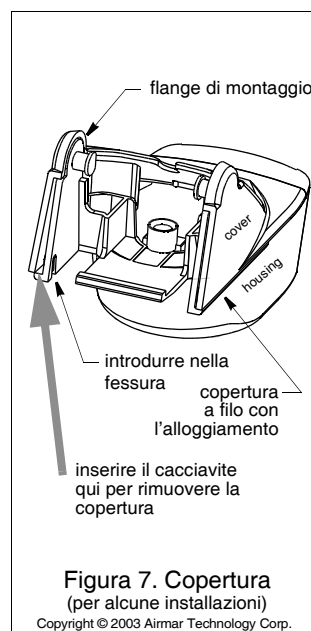

Figura 7. Copertura (per alcune installazioni)
3. Inserite un cacciavite a lama tra la copertura e l'alloggiamento del trasduttore (Figura 7). Sollevate i due lati, uno dopo l'altro.
1. Spingete orizzontalmente i lati della copertura nelle direzioni opposte (Figura 7).